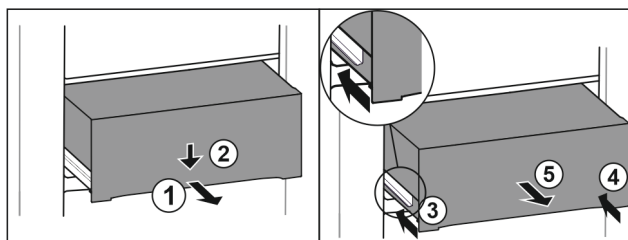

Fig. 119
- Estrarre il cassetto a metà. Fig. 119 (1)
- Premere il cassetto sul lato anteriore verso il basso. Fig. 119 (2)
- Spingere la guida sinistra di circa 2 cm verso l'interno. Fig. 119 (3)
- Spingere la guida destra di circa 2 cm verso l'interno. Fig. 119 (4)
- Rimuovere il cassetto tirandolo in avanti. Fig. 119 (5)